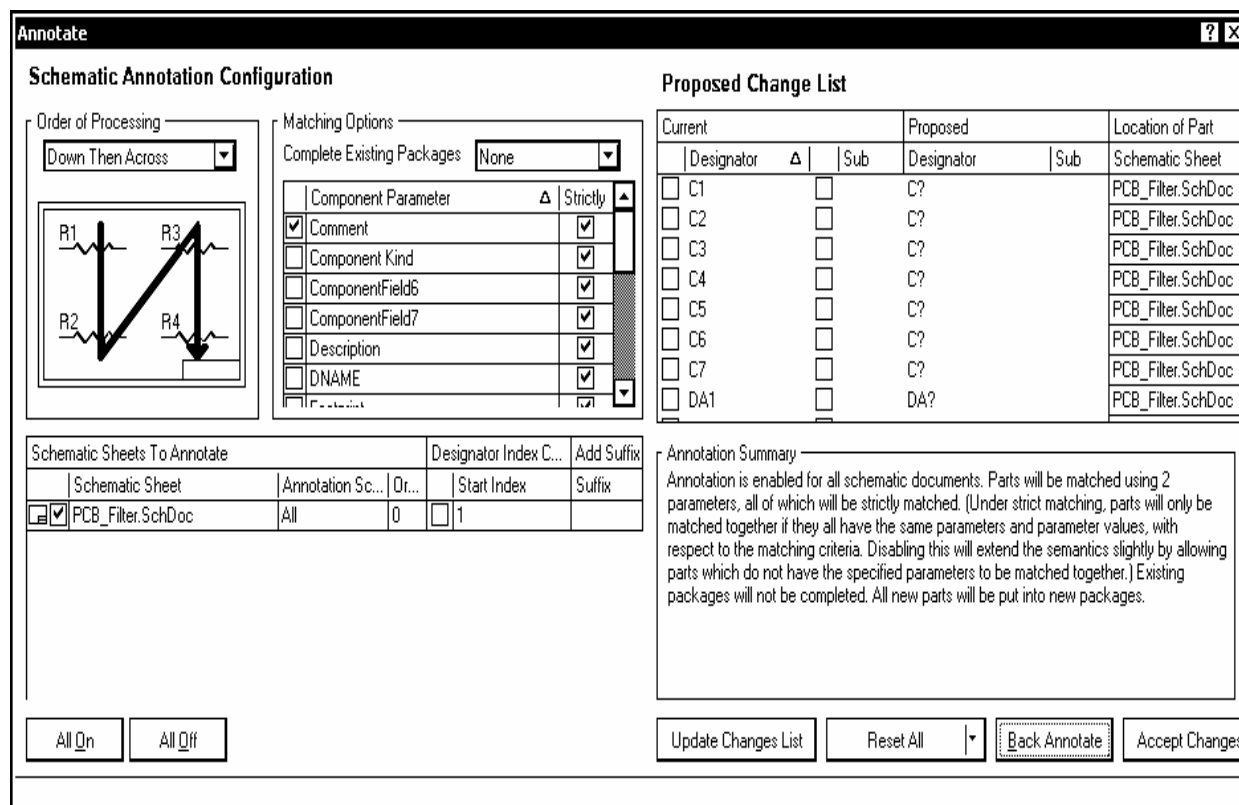

Рис. 5.11
1. Активизировать команду главного меню Tools>>Annotate. Откроется диалоговое окно Annotation, рис. 5.11.
5. По щелчку левой клавишей на кнопке Update Changes List программа выдаст окно с сообщением о числе вносимых изменений. По щелчку на ОК окно закроется, а в колонке Proposed окна на рис. 5.11 появятся новые позиционные обозначения компонентов.
10. Щелчком на ОК диалог закрывается, и внесенные изменения отображаются в окне рис. 5.11.